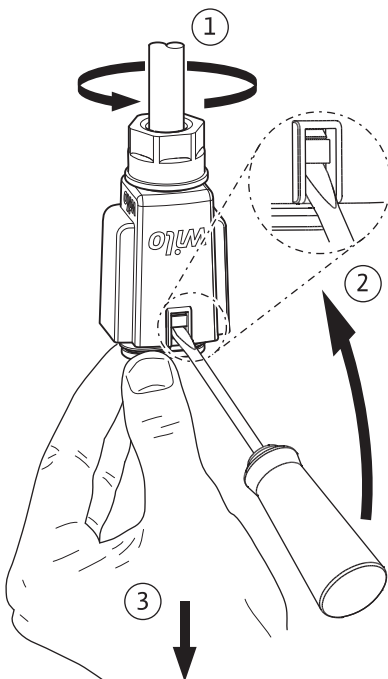

Fig. 6: Демонтаж Wilo-Connector
- Зніміть Wilo-Connector з насоса і демонтуйте його за допомогою відповідної викрутки (Fig. 6).